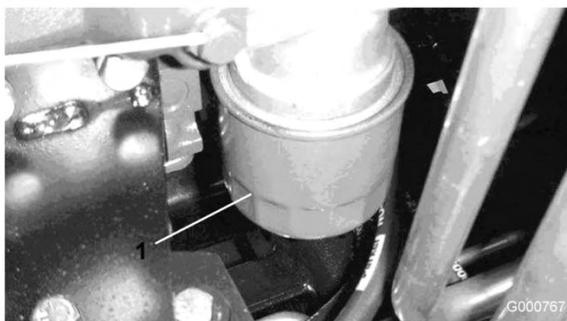

Figura 55
2. Togliete il filtro dell'olio (Figura 55). Applicare un velo di olio pulito sulla tenuta del nuovo filtro prima di avvitarla. Non serrate troppo.